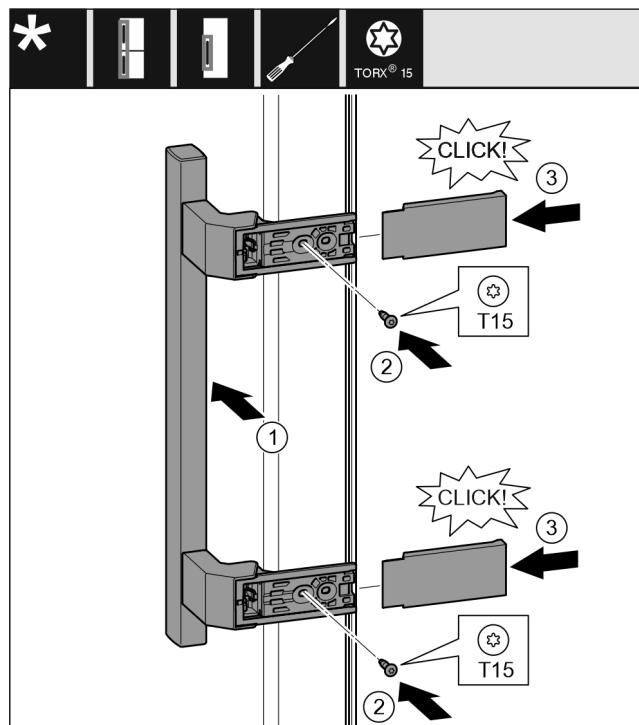

Fig. 18
- Nasadte madlo na protilehlé straně. Fig. 18 (1)
- Šroubovákem T15 pevně utáhněte šrouby. Fig. 18 (2)
- Z boku nasadte a nasuňte kryty. Fig. 18 (3)